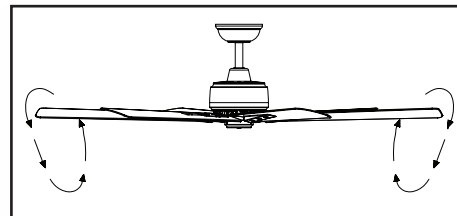

Figura 22
**Clima frío - (Reversa)** Un flujo de aire hacia arriba desplaza el aire cálido lejos del techo, como se muestra en la Figura 22. Esto permite fijar tu unidad de calefacción en configuración más baja sin afectar tu comodidad.